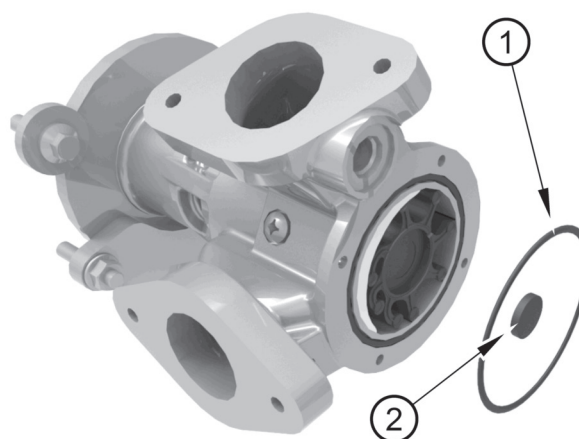

Figura 12
3. Prestare attenzione all'O-ring di tenuta (figura 12 voce 1).